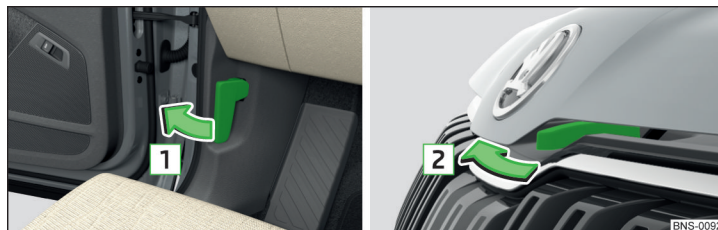

Fig. 324 Deschiderea capotei
- Deschideți portiera șoferului și trageți de maneta de deblocare de sub planșa de bord, în sensul săgeții » fig. 324.